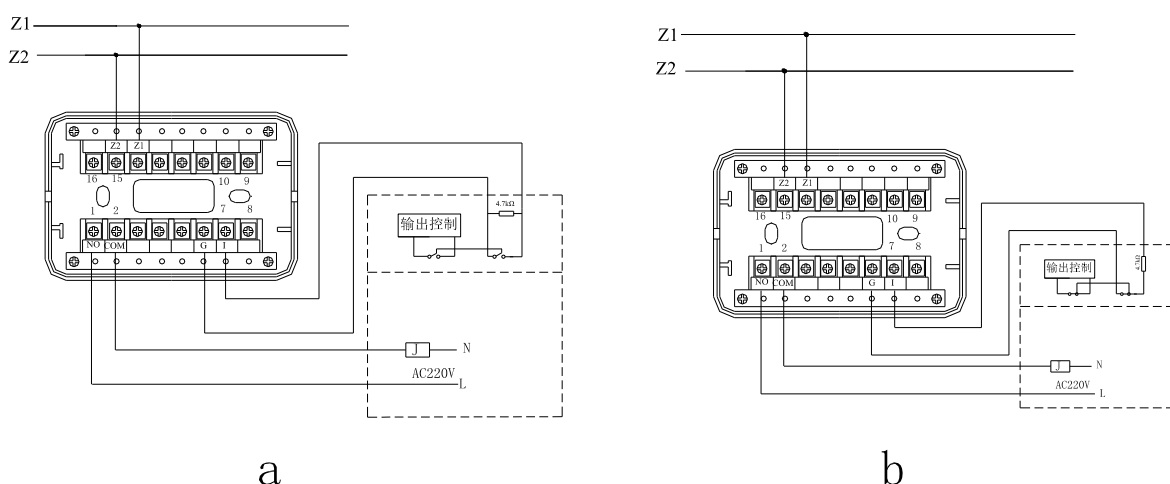

图 4 模块无源输出触点控制设备接线示意图
1. 当AC220V 电压由被控设备提供，模块与被控制设备的接线示意图如图4 所示（图a 中模块输入检线方式为常开检线，图b 中模块输入检线方式为常闭检线）。